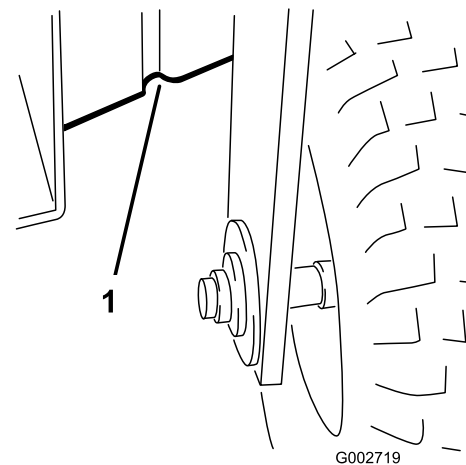

Figura 22
- Delante – debajo del bastidor, detrás de la rueda delantera (Figura 22).